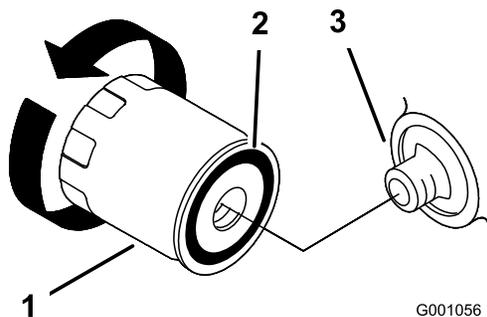

Bild 49
2. Entfernen Sie den Altfilter und wischen die Dichtfläche am Anbaustutzen (Bild 49) ab.
5. Ölen Sie die Gummidichtung am Ersatzfilter leicht mit Frischöl ein (Bild 49).
6. Montieren Sie den Ersatzölfilter am Filterstutzen. Drehen Sie den Ölfilter nach rechts, bis die Gummidichtung den Filterstutzen berührt. Ziehen Sie den Filter dann um eine weitere 2/3 oder ganze Drehung fest (Bild 49).